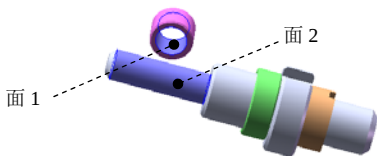
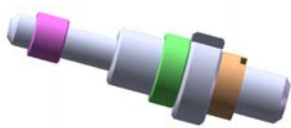

图 4.4.14 选取配合面
图 4.4.15 完成第一个装配配合
Step1. 定义第一个装配配合。在“配合”窗口的“标准配合”区域中单击“同轴心”按钮 ；分别选取图 4.4.14 所示的面 1 与面 2 为配合面，系统弹出快捷工具条；在快捷工具条中单击  按钮，完成图 4.4.15 所示第一个装配配合。